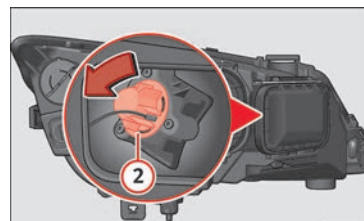

Fig. 107 Lámpara de luz intermitente.
- Gire el portalámparas » **fig. 107 ②** a la izquierda y tire.